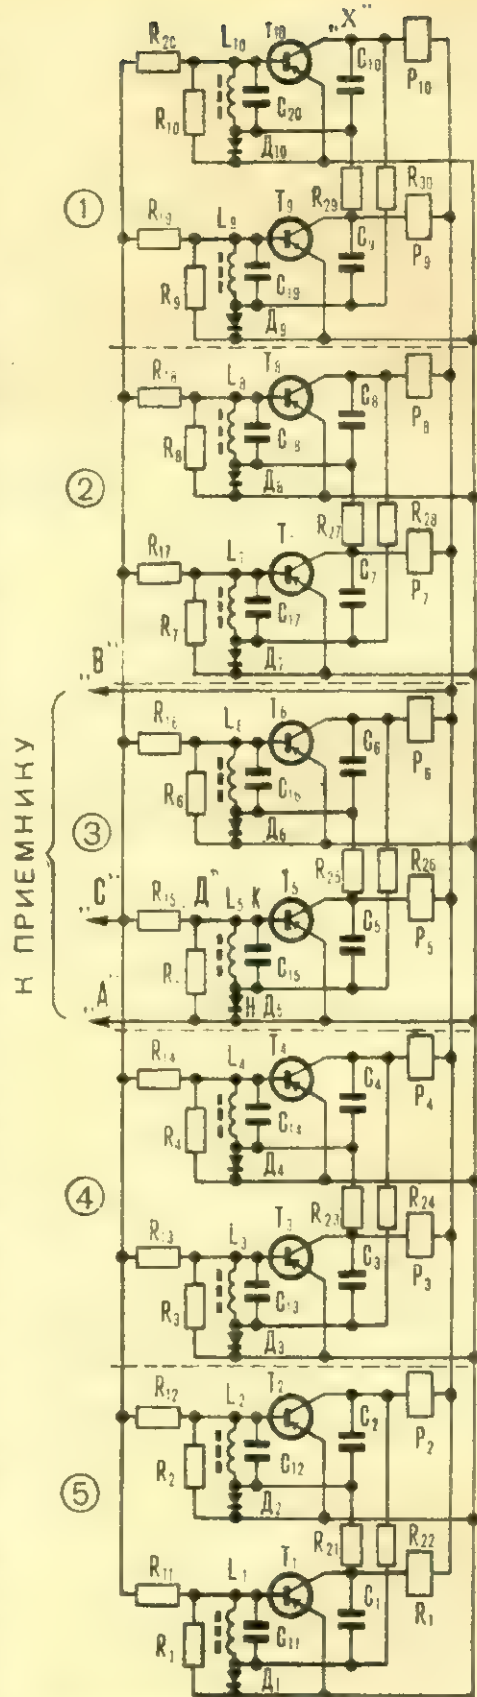

РИС. 5. ДЕШИФРАТОР ПРИЕМНИКА.
3) дешифратора (рис. 5) принимаемых команд, который передает их на исполнительные механизмы (рис. 6).
Разберем работу 1-й пары фильтров (рис. 5). Ток покоя транзисторов T_9 и T_{10} колеблется в пределах 1—1,5 ма. Он определяется подбором сопротивлений R_{29} и R_{30} . В этом случае триоды слегка приоткрыты.